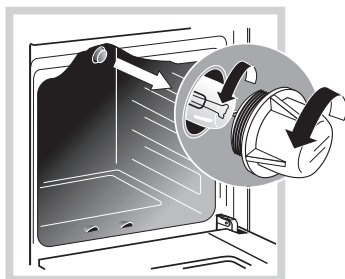

Рис. 19
- Открутите стеклянный плафон (рис. 19)